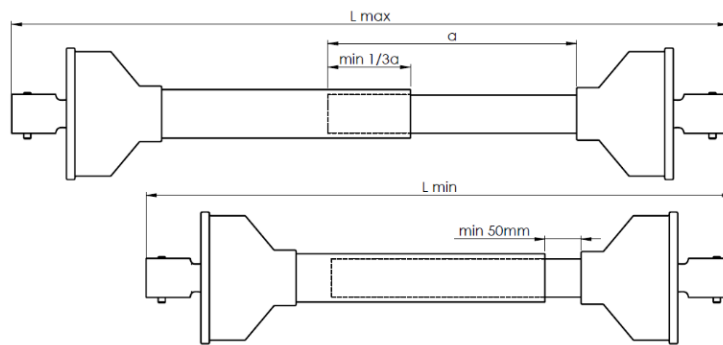

Рисунок 15-й Регулировка длины шарнирно-телескопического вала - при присоединении навозоразбрасывателя к трактору
- убедиться, что после соединения шарнирно-телескопический вал, передающий привод от трактора, имеет достаточную длину во всех возможных положениях трактора по отношению к машине (рисунок 15);